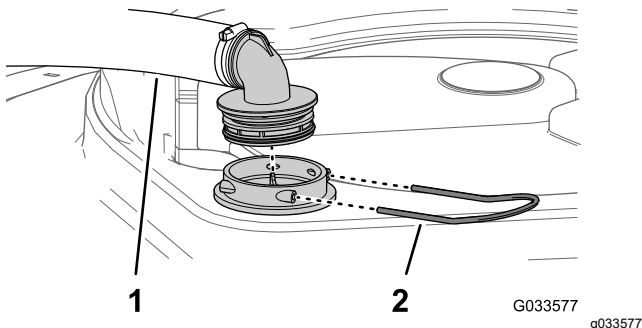

図 109
2. タンク上部で、フィルタハウジングからの太いホースについているフィッティングを固定しているリテーナを外す 図 109。
3. フィルタハウジングからホースとフィッティングを取り外す 図 109。